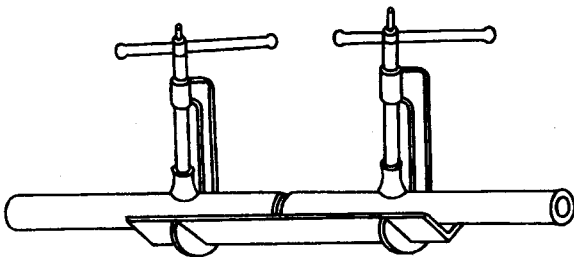
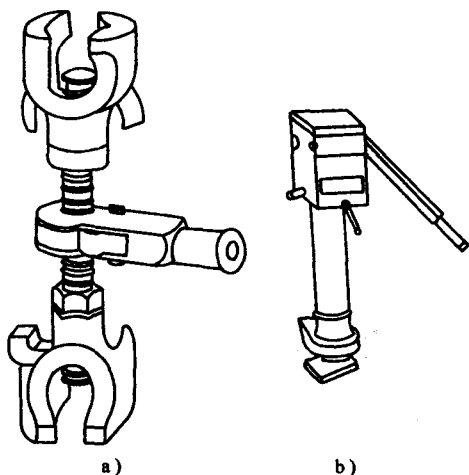
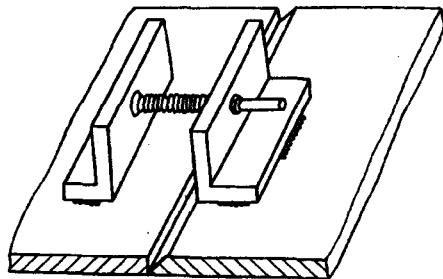

图 1-10 螺旋压紧装置
图 1-11 千斤顶
图 1-12 螺旋拉紧器
1) 装配、定位装置 采用合理的装配、定位装置可以提高焊缝质量和减轻工人的劳动强度。图 1-10 为装配两根管子用的螺旋压紧装置;图 1-11 为装配时起支撑作用的千斤顶;图 1-12 为装配板料用的螺旋拉紧器。装配、定位装置种类繁多,在生产中可以根据产品特点自行设计制造。